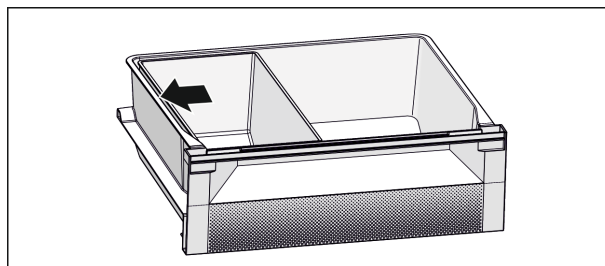

Fig. 7
- Pour un refroidissement optimal : Positionner le bac Fish & Seafood comme illustré (voir Fig. 7) .